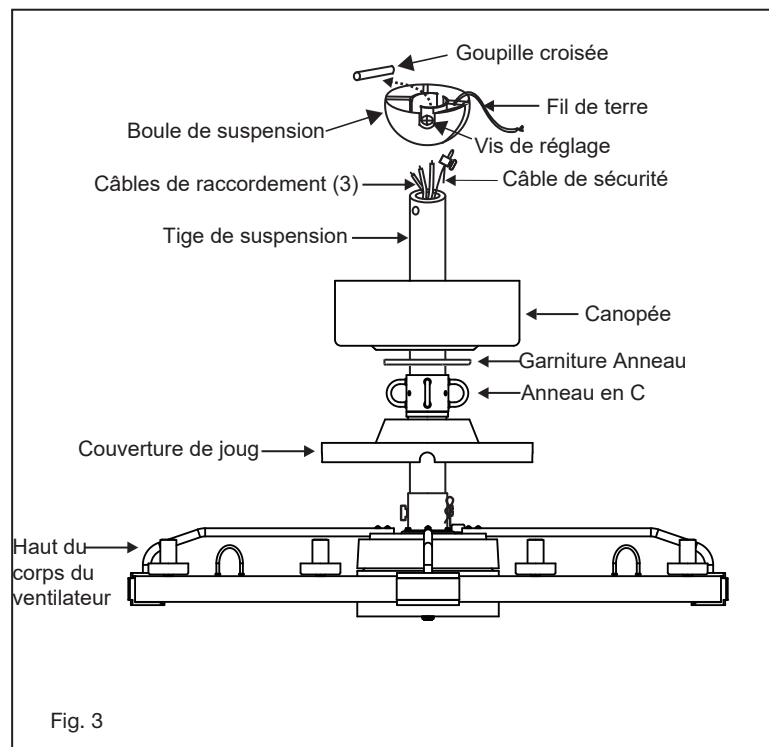

Fig. 3
- 1 Glissez le couvercle de joug, l'anneau en C, l'anneau de garniture et l'auvent sur la tige de suspension. (Fig. 3)